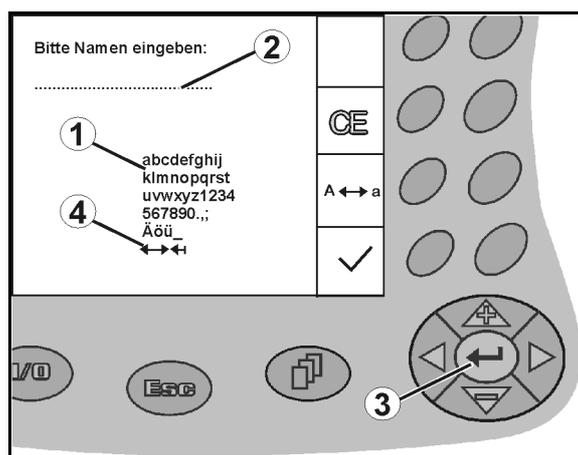

Fig. 12
S'il est nécessaire de saisir des textes ou des chiffres sur l'**AMATRON+**, le menu de saisie (Fig. 12) apparaît.
Dans la partie inférieure de l'écran s'affiche un champ de sélection (Fig. 12/1) qui comporte des lettres, des chiffres et des flèches permettant de remplir la ligne de saisie (Fig. 12/2) (avec du texte ou des chiffres).
Sélection des lettres ou des chiffres dans le champ de sélection (Fig. 12/3).
-  Validation de la sélection (Fig. 12/3).
Les flèches  du champ de sélection (Fig. 12/4) permettent de se déplacer dans le ligne de texte.
La flèche  du champ de sélection (Fig. 12/4) efface le dernier caractère saisi.